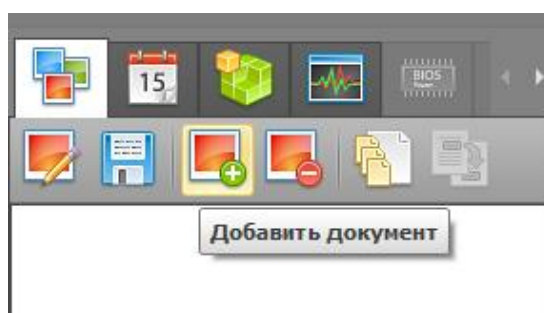

Рисунок 65
- Перейдите в вкладку – **Документы**(блок –**Дополнительная информация (Рис. 65)**)